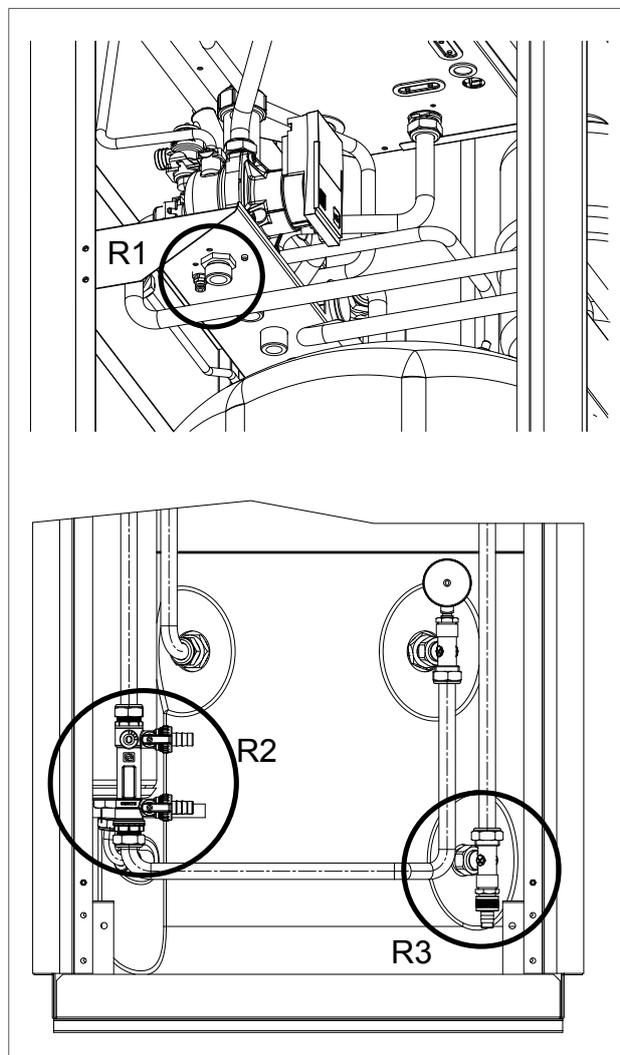

fig. 1
- › collegare un tubo flessibile al rubinetto di scarico del boiler 'R3' (fig.1) e collocare l'altra estremità del tubo flessibile ad un adeguato scarico;
- › ruotare il rubinetto di scarico del boiler 'R3' (fig.1);
- › ad operazione terminata, chiudere il rubinetto di scarico del boiler 'R3' (fig.1) e tutti i rubinetti di erogazione precedentemente aperti.